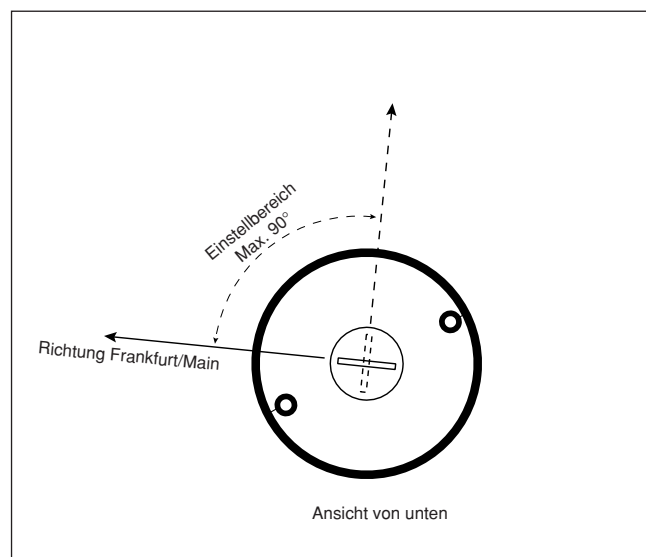
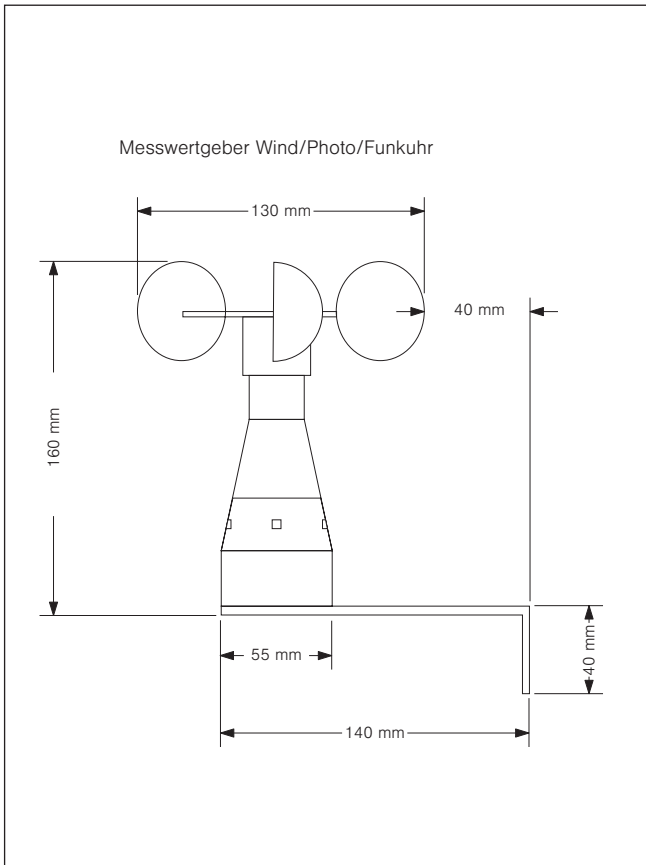
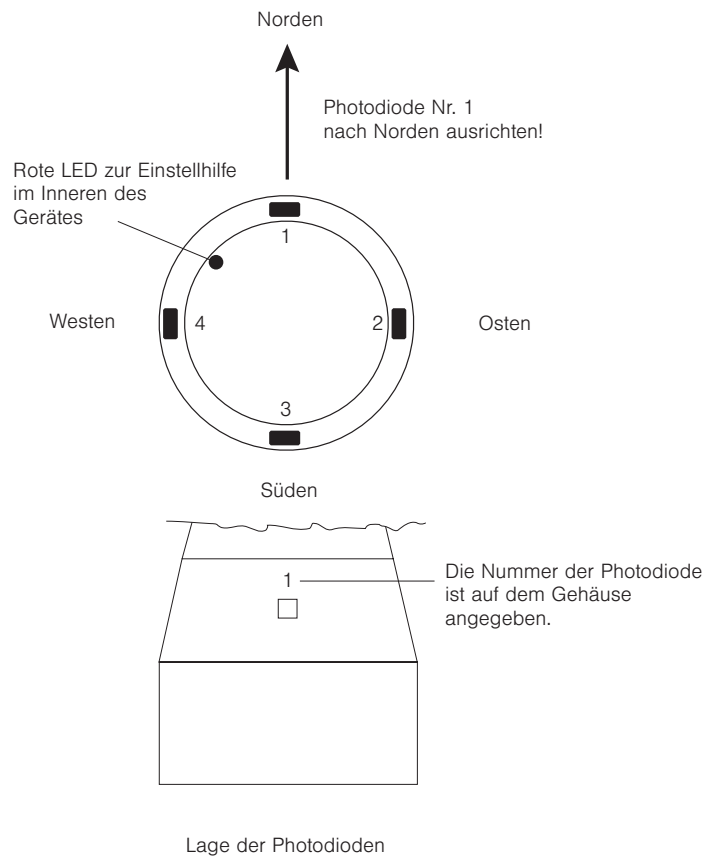

Abb. 2 Ausrichtung der Empfangsantenne
Abb. 4 Abmessungen
Abb. 6 Elektrischer Anschluss / Zuordnung der Adernfarben zu den einzelnen Photodioden
- Testen Sie vor der Montage des Messwertgebers den Montageort unbedingt auf seine Empfangsfähigkeit! Bestandteil des Gerätes ist eine Empfangsantenne, deshalb sollte es grundsätzlich mindestens 0,5 m von Steuergerät und 230 V AC Leitungen entfernt montiert werden. Am Gehäuseboden befindet sich eine weiße Kunststoffscheibe mit Nut. Durch Drehen der Scheibe mit einer Münze kann die Antenne im Inneren des Gerätes in einem Bereich von ca. 90° justiert werden. Idealerweise sollte die Nut in der Einstellscheibe in Richtung Frankfurt/Main zeigen (Abb. 2). Zur Einstellhilfe befindet sich zwischen der ersten und der zweiten Photodiode eine rote LED im Inneren des Gehäuses (Abb. 6). Wird das Zeitsignal empfangen, dann blinkt diese LED im Sekundentakt. Beachten Sie bitte, dass das Blinksignal bei starker Sonneneinstrahlung nicht sichtbar ist. Ob Sie ein korrektes Zeitletogramm empfangen, können Sie nicht am Blinken der LED erkennen, sondern erst nachdem Sie den Messwertgeber an Ihre Sonnenschutzzentrale angeschlossen und die Inbetriebnahme durchgeführt haben. Sollte der Empfang nicht einwandfrei sein, beachten Sie bitte folgende Hinweise:
- Die Photodioden im Messwertgeber müssen den gleichen Helligkeitsbedingungen ausgesetzt sein wie die zu steuernden Sonnenschutzbehänge. Richten Sie die Photodioden nach den zu verschattenden Gebäudefassaden aus (s. Abb. 4). Beachten Sie, dass die Photodiode Nr. 1 (Abb. 6), die für die Dämmerungsautomatik erforderlich ist, dabei möglichst nach Norden weist und nicht durch künstliche Lichtquellen beeinflusst werden kann.
- Der elektrische Anschluss erfolgt nach Abb. 6. Dort ist auch die Zuordnung der Fotodioden zu den Adernfarben der Anschlussleitung beschrieben. Grundsätzlich können Sie entweder eine, zwei, drei oder alle vier Photodioden (je nach Einsatzzweck) an Ihre Zentrale anschließen. Zur dämmerungsabhängigen Steuerung sollte die Photodiode 1 verwendet werden.